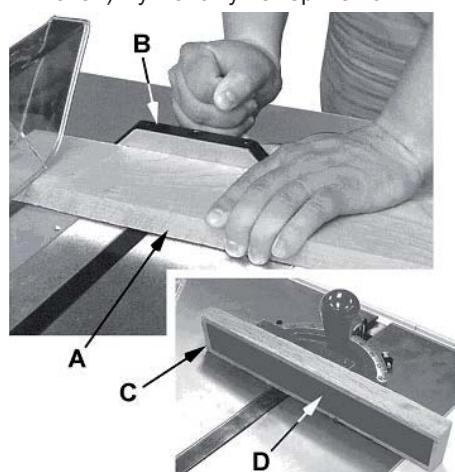

Рис. 32
- Поперечный распил – это распил, при котором обрабатываемая деталь (A, Рис. 32) подается поперек пильного диска при помощи инструмента для распила под углом (B, Рис. 32) для поддержки и правильного расположения детали.
- Для улучшения эффективности инструмента для распила под углом в операции поперечного распила, закрепите вспомогательную деревянную заготовку (C, Рис. 32) с приклеенной полосой шлифовальной бумаги (D, Рис. 32) к угловому измерителю.